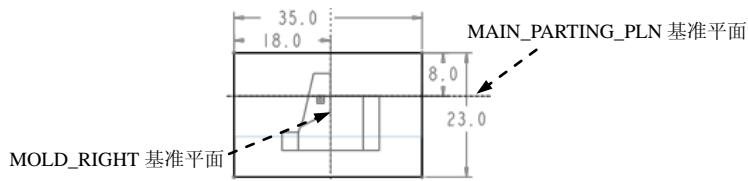

图 19.5 截面草图
(3) 进入截面草绘环境后，系统弹出“参考”对话框，选取 **MOLD_RIGHT** 和 **MAIN_PARTING_PLN** 基准平面为草绘参考，然后单击 **关闭(C)** 按钮，绘制图 19.5 所示的截面草图。完成绘制后，单击“草绘”操控板中的“确定”按钮 。
(4) 选取深度类型并输入深度值。在操控板中选择深度类型 (对称)，在深度文本框中输入深度值 15.0，并按 Enter 键。
(5) 完成特征。在操控板中单击 按钮，则完成拉伸特征的创建。